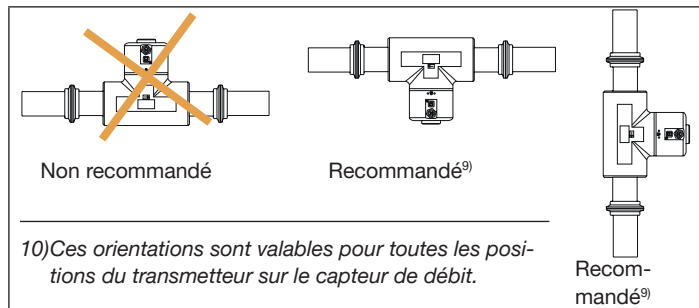

Fig. 11 : Orientation d'un appareil pour éviter les effets des températures élevées du liquide
- Pour s'assurer que la température interne du transmetteur ne dépasse pas la valeur maximale autorisée, installer l'appareil comme recommandé dans la « Fig. 11 »